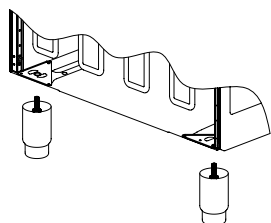
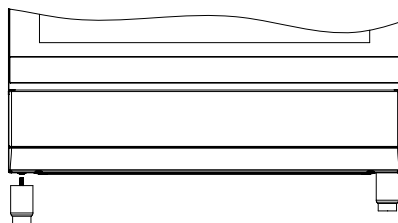

Figure 1
Figure 2
1. Les lattes de fixation des pieds sont installées sur le four par le bas de l'appareil comme indiqué sur la (figure 1). Les écrous sont centrés sur ces lattes afin de visser les pieds. Terminez l'installation des pieds en les vissant aux écrous (figure 2).